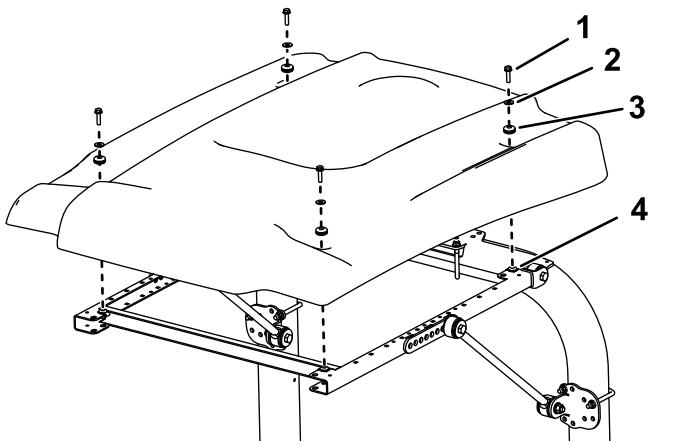

図 45
9. 図 45 に示すようにサンシェードをフレームに載せて、取り付け穴を整列させる。
10. サンシェードの各コーナー部をフレームに仮止めするフランジヘッドボルト $5/16 \times \frac{1}{4}$ "1本、小さいワッシャ1枚、ハトメ1個を使用する図 45。